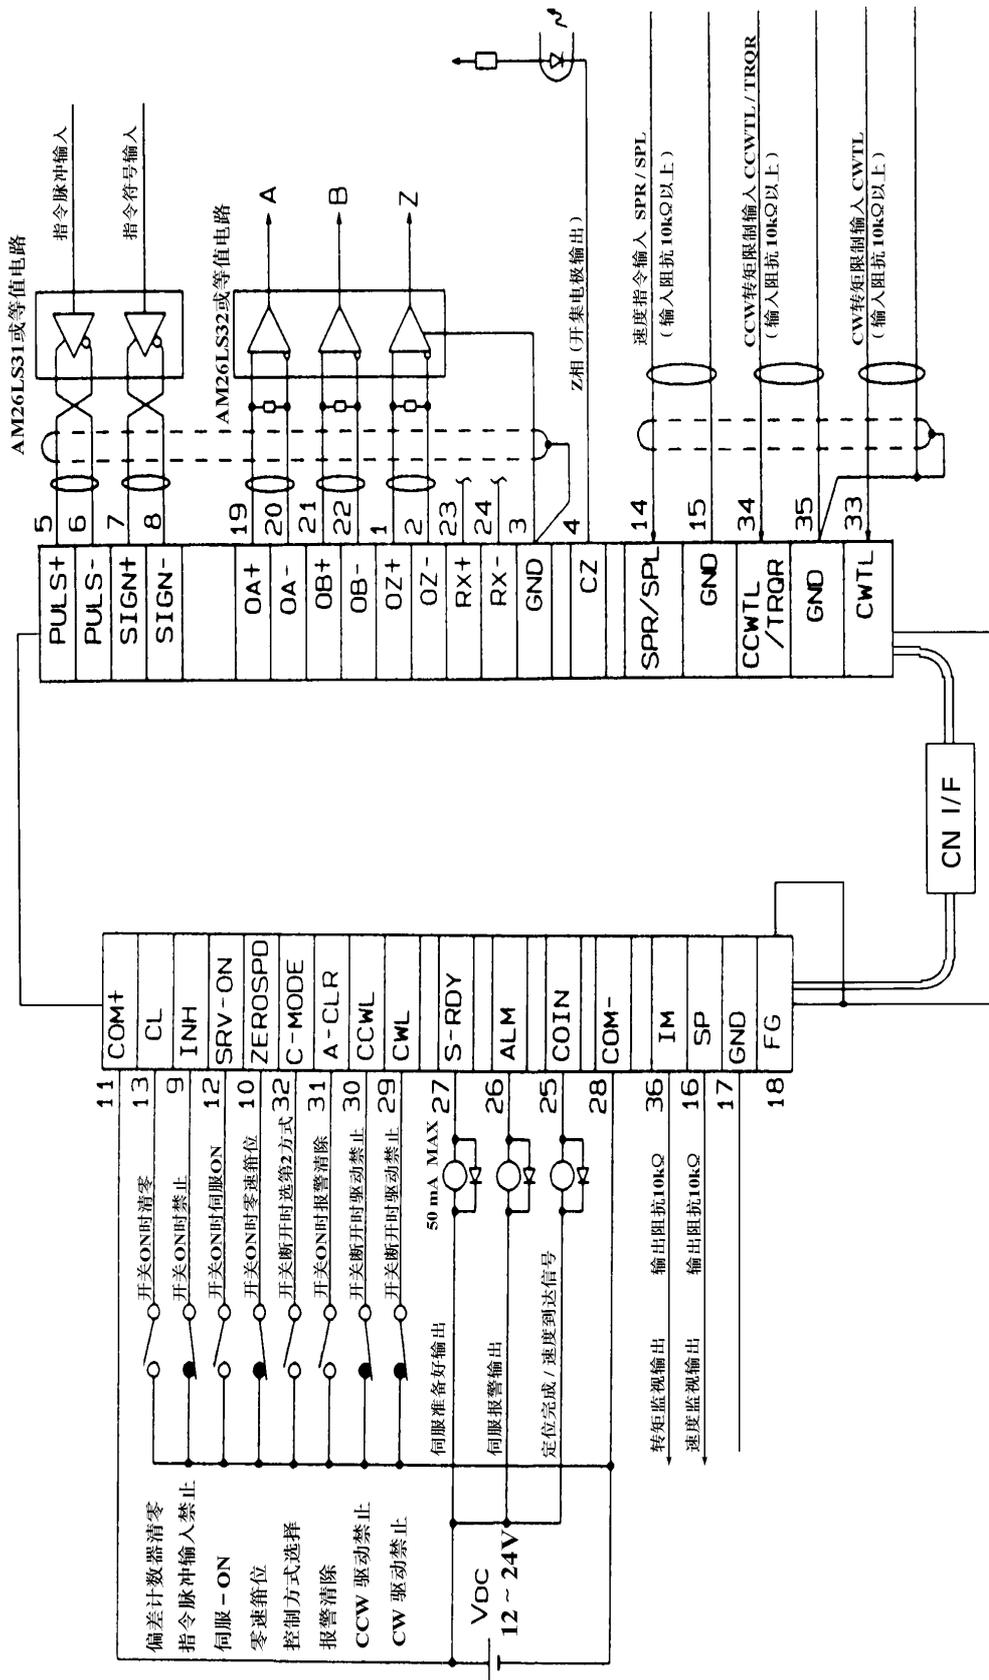

图 5-2 联接器 CN I/F 的接线图例
- (1) 参考图 5-2“CN I/F 的接法举例”。
- (2) 请准备一台 (DC12~24V) 的电源, 用作为对控制信号供电。
- (3) 驱动器与其它设备之间的连线应尽量短 (3m 之内)。
- (4) 控制线与电源线应尽量隔开 (30cm 或更大), 并且不要将它们捆在一起或放在同一接线槽内。
- (5) 不要给控制输出端 (S-RDY, ALM, COIN) 接超过 DC24V、50mA 或反极性的电压, 否则会损坏驱动器。
- (6) 如果直接用输出端驱动继电器, 则应如图 5-2 接上二极管, 如果不接或二极管极性接反则会损坏驱动器。
- (7) 对于 CN I/F 信号线请采用双绞屏蔽线, 并且将屏蔽线与驱动器的信号地 (GND) 接在一起, 如图 5-2 所示。
注 2: 参照图 5-2 例接线。